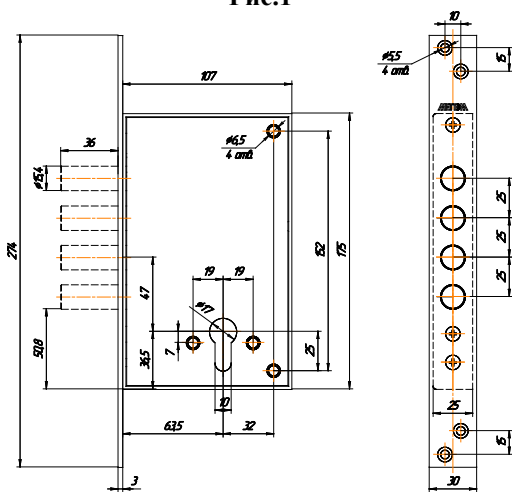

Рис.2
4.1. Произвести разметку двери согласно рис.2. . Выполнить на торце полотна двери гнездо для корпуса замка, а также отверстия для крепежа замка. Выполнить на полотне двери отверстия для цилиндрического механизма и крепежа, а в дверной коробке отверстия под пальцы засова.